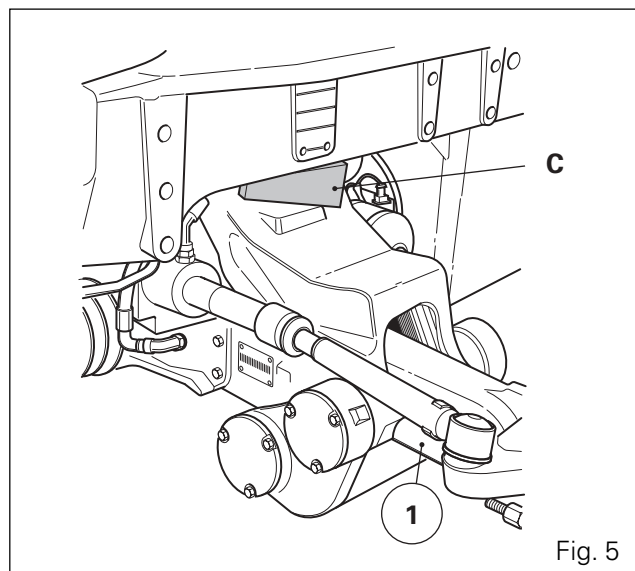

Fig. 5
39. Tirare il freno a mano e immobilizzare l'assale anteriore con gli spessori triangolari "C" (Fig. 5). Puntellare le ruote posteriori.
43. Togliere le protezioni (2) (2A) e l'albero a cardano della trasmissione (vedi sezione 8F03).